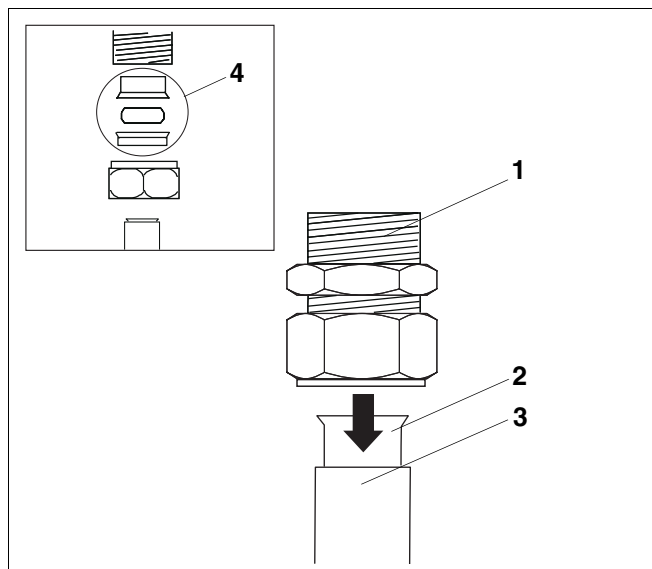

Fig. 7 Avvitare il Twin-Tube 15
- Tagliate i tubi Twin-Tube 15 (fig. 7, **pos. 3**) perfettamente a misura in modo da poterli inserire per ca. 2–3 cm nei sistemi di serraggio con anello (fig. 7, **pos. 1**).
- Mettete i manicotti di supporto (fig. 7, **pos. 2**) dentro i Twin-Tube da 15 (fig. 7, **pos. 3**).
- Spingete i Twin-Tube da 15 (fig. 7, **pos. 3**) tagliati a misura, per intero fino all'arresto, dentro i sistemi di serraggio con anello predisposti (fig. 7, **pos. 1**). Le serie di anelli di fissaggio da 18 mm × 15 mm deve aderire perfettamente ai tubi Twin-Tube da 15.
- Fissate il dado di raccordo al sistema di serraggio con anello (fig. 7, **pos. 1**) mediante una chiave per bulloni adatta.